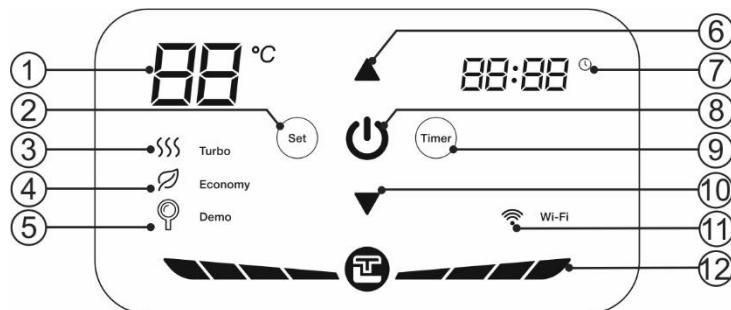

Рисунок 3. Панель управления
Рисунок 3: 1 – указатель температуры, 2 – кнопка «Set», 3 – индикатор «Turbo», 4 – индикатор «Economy», 5 – индикатор «Demo», 6 – кнопка «▲», 7 – указатель времени, 8 - кнопка «I/O», 9 – кнопка «Timer», 10 – кнопка «▼», 11 – индикатор «Wi-Fi» (опционно для моделей Wi-Fi), 12 – индикатор нагрева.
Включение/выключение ЭВН осуществляется кнопкой «I/O» на панели управления (Рис. 3, п.8), при этом на светодиодный индикатор показывает заданную температуру нагрева. Режим «Turbo» включается автоматически, при этом максимальная мощность составляет 2000 Вт. В процессе эксплуатации ЭВН потребитель может выбирать температуру нагрева при помощи двух клавиш «▲» «▼» (Рис. 3, п.6 и п.10). При кратковременно нажатии клавиш значение температуры будет изменяться на 1 градус в секунду, при долговременном нажатии – на 5 градусов в секунду. Диапазон регулировки температуры составляет от 30°C до 75°C, а температура по умолчанию составляет 75°C. Нажмите кнопку «Set», чтобы переключить ЭВН в экономичный режим «Economy». При переходе в экономичный режим включается индикатор экономичного режима, и температура будет заблокирована на значении 55°C при мощности нагрева 1300 Вт. В экономическом режиме температуру нельзя регулировать вручную. Нажмите кнопку «Set» снова, чтобы выйти из экономичного режима.
1. Установка времени включения. Указатель времени (Рис. 3, п.7) должен светиться. Нажмите кнопку «Set», установите значение ЧАСЫ с помощью клавиш «▲»
«▼» (Рис. 3, п.6 и п.10). Кратковременное нажатие изменяет значение +1/-1, длительное нажатие - +5/-5. Диапазон значения ЧАСЫ: 0-23. Повторно нажмите «Set», установите значение минуты таким же способом.
2. Установка времени выключения. После установки времени включения нажмите кнопку «Set», иконка должна мигать. Нажмите кнопку «Set», установить значение ЧАСЫ с помощью кнопок «▲» «▼» (Рис. 3, п.6 и п.10). Кратковременное нажатие изменяет значение +1/-1, длительное нажатие - +5/-5. Диапазон значения ЧАСЫ: 0-23. Повторно нажмите «Set», установите значение минуты таким же способом.
3. При установке значения ЧАСЫ таймер отключится, если кнопок кнопок «▲» «▼» (Рис. 3, п.6 и п.10) не касаться более 5 секунд.